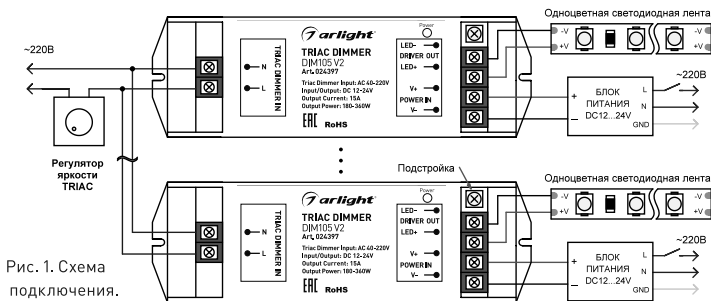

Рис. 1. Схема подключения.
- 3.4. Подключите светодиодную ленту или другой совместимый светодиодный источник света к выходу DRIVER OUT диммера, соблюдая полярность LED+ и LED- (см. Рис. 1).
- 3.9. При необходимости выполните подстройку диммера переменным резистором, расположенным рядом с выходными клеммами (см. Рис. 1).